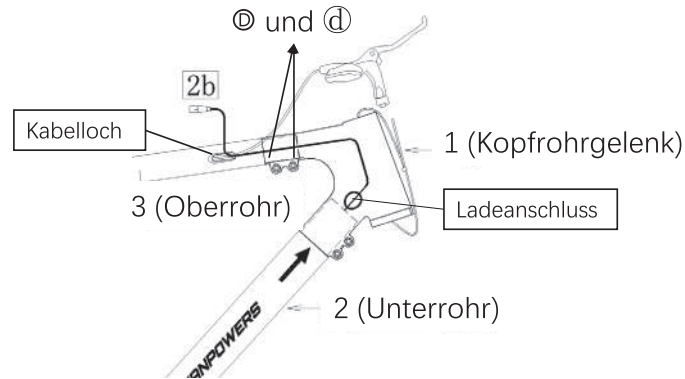

Abb. 6
- b. Setzen Sie Teil 3 in Teil 1 ein, aber ziehen Sie die Schrauben © und ⓓ noch nicht fest, wie in Abb. 6 gezeigt.